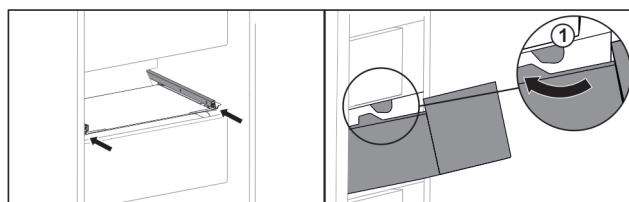

Fig. 47
- Før skuffen rundt stopperne Fig. 47 (1).